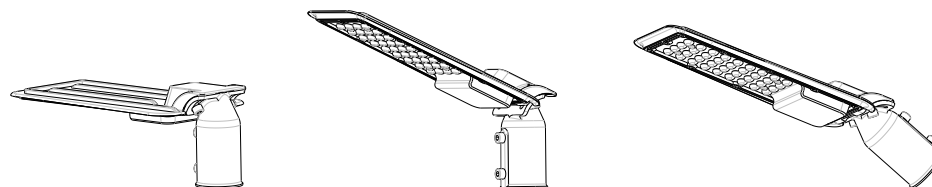

Рисунок 1. Внешний вид светильника серии ДКУ71
**1.2** Светильники серии ДКУ71 рекомендуется устанавливать на стандартных Г-образных кронштейнах световых опор или регулируемых настенных кронштейнах под углом 10...20° к горизонту. Кроме того, благодаря наличию универсального регулируемого монтажного узла для крепления к разнообразным кронштейнам, светильник может быть установлен и на вертикальных столбах освещения (рис.1).
Светильник светодиодный энергосберегающий серии ДКУ71 (рис.1) состоит из корпуса, светорассеивателя, модуля светодиодов и электронного блока питания. Принцип работы светильника основан на свойстве светодиода излучать видимый свет при прохождении через него электрического тока.